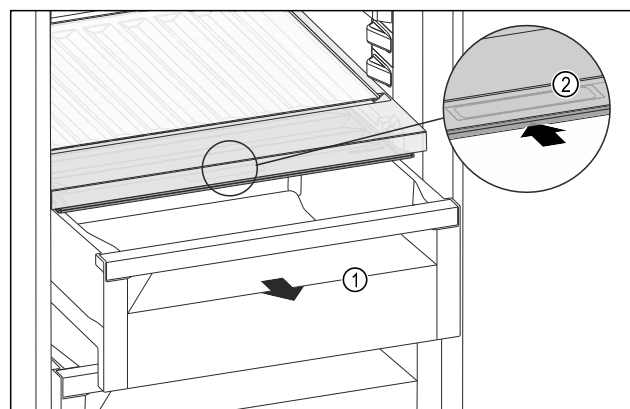

Fig. 128
- Estrarre il cassetto Fig. 128 (1).
- Afferrare la maniglia incassata Fig. 128 (2) sul coperchio dello scomparto e spingere allo stesso tempo all'indietro il coperchio dello scomparto.